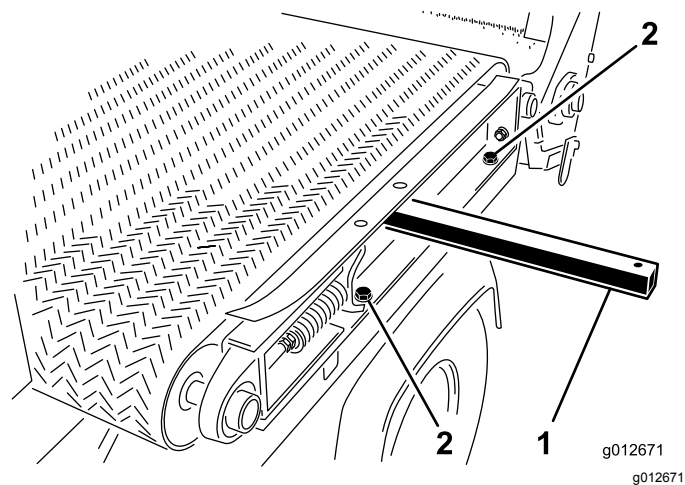

Figura 29
5. Sul lato sinistro della macchina, rimuovete le 2 viti a testa cilindrica e le 2 rondelle che fissano la guida del telaio scorrevole al parafrangente sinistro (Figura 29).
1. Inserite una barra di sollevamento attraverso il foro nella guida del telaio scorrevole di sinistra e sollevatela in modo che ne determini una leggera inclinazione; fate riferimento alla Figura 29 in Smontaggio del pianale scorrevole (pagina 24).